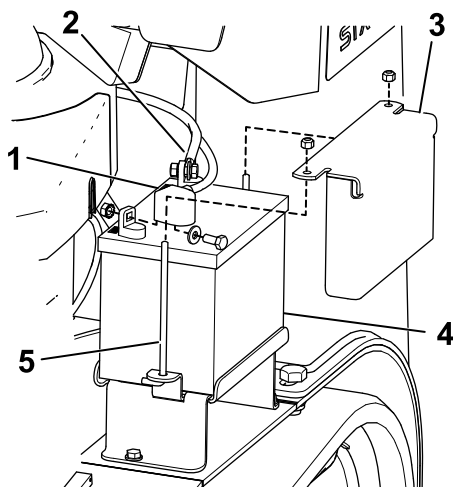

Figure 41
3. Enlevez le capuchon en caoutchouc noir qui protège le câble négatif. Débranchez le câble négatif de la batterie de la borne négative (-) de la batterie (Figure 41).
4. Enlevez le capuchon rouge de la borne positive (rouge) de la batterie. Débranchez ensuite le câble positif (rouge) de la batterie (Figure 41).
5. Enlevez la plaque de maintien, les boulons en J et les contre-écrous de fixation de la batterie (Figure 41) et retirez la batterie.
1. Branchez le câble positif (rouge) de la batterie à la borne positive (+) à l'aide des fixations retirées précédemment (Figure 41).
3. Branchez le câble négatif de la batterie à la borne négative (noir) au moyen des fixations retirées précédemment (Figure 41).
4. Fixez la batterie au moyen de la barre et des écrous à oreilles (Figure 41).